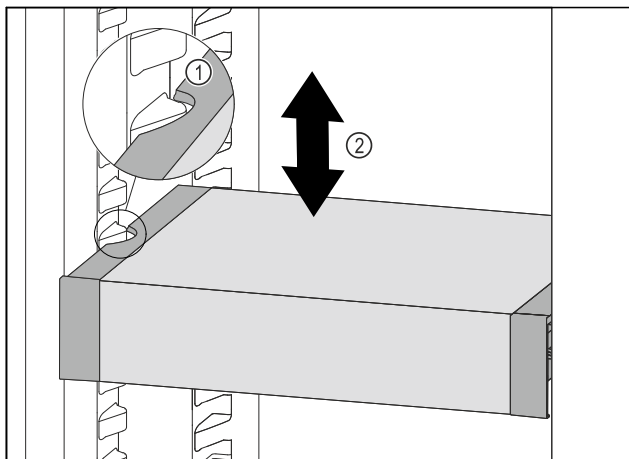

Fig. 200
- ▶ Тяните VarioSafe вперед, пока боковые выемки VarioSafe не окажутся на высоте выступа резервуара в холодильном отделении. Fig. 200 (1)
- ▶ Двигайте VarioSafe в холодильном отделении вверх или вниз, пока не будет достигнута требуемая высота. Fig. 200 (2)